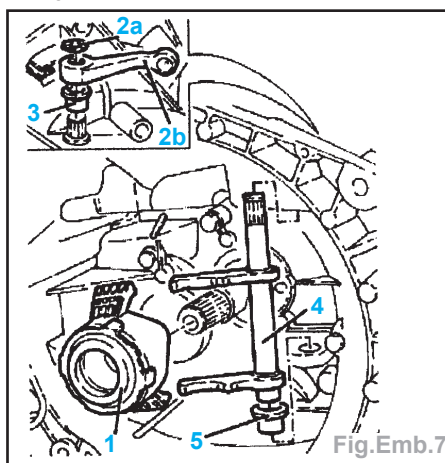

Fig.Emb.7
- Déposer la butée d'embayage (1) (Fig.Emb.7).